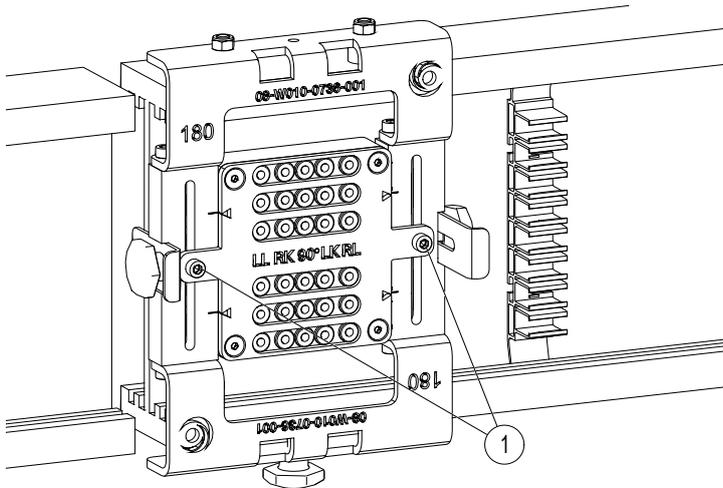

Abb. 37: Äußere Bohrungen am Bohrbuchsenblock lösen
- Die zwei äußeren Zylinderschrauben DIN912 M5x16 (1) mit einem Innensechskantschlüssel (2,5) lösen (siehe Abb. 37).